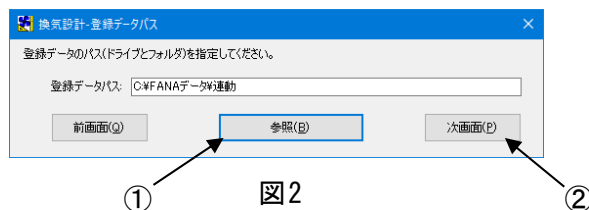

図2
データを保存したドライブとフォルダを[参照(B)]ボタン(図2-①)などを利用して指定し、[次画面(P)]ボタン(図2-②)をクリックします。